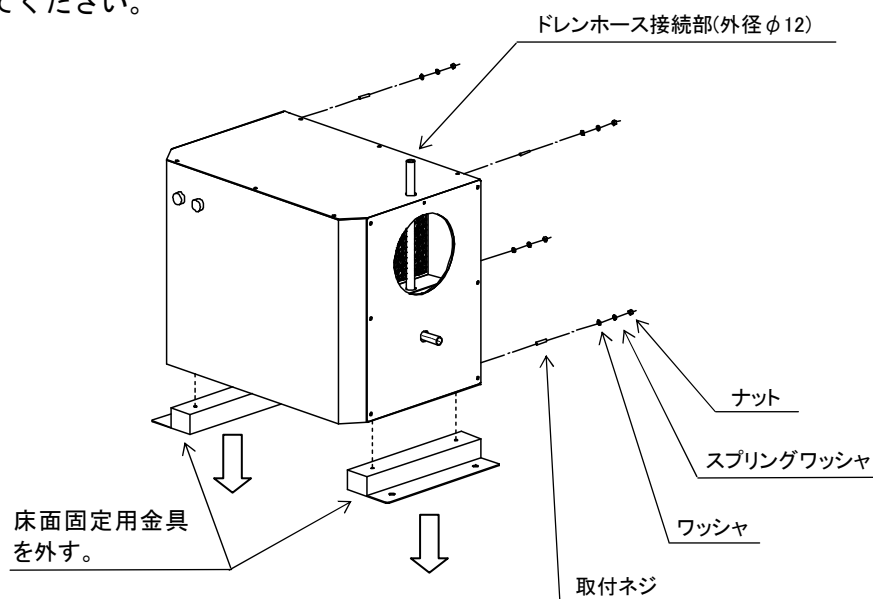

図2-3. 制御盤側面取付方法
4. 取付面に本体を設置し、ワッシャ、スプリングワッシャ、ナットを使用して制御盤内部より固定してください。（図2-3参照）